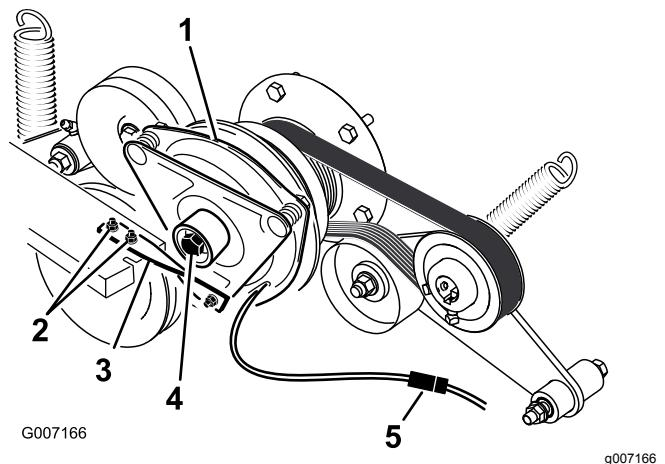

Figura 82
- Desligue a ligação elétrica para a embraiagem (Figura 82).
- Retire os dois parafusos que fixam a fita de borracha da embraiagem à estrutura do cortador (Figura 82).
- Retire o parafuso central que fixa a embraiagem ao eixo do motor e retire a embraiagem e a chave (Figura 82).
15. Enquanto segura a manivela de arranque na parte de trás da máquina, instale o parafuso central e aperte-o com 68 N·m (Figura 82).
16. Instale a fita de borracha da embraiagem na estrutura do cortador com os dois parafusos e porcas anteriormente retirados (Figura 82).
18. Ligue a ligação elétrica para a embraiagem (Figura 82).